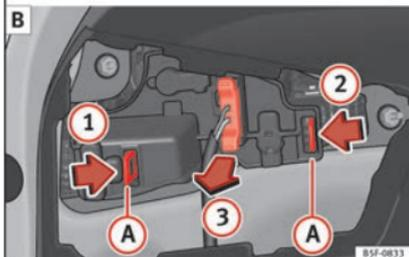

Abb. 114 Abdeckung der Heckklappe entfernen und Lampenträger ausbauen.
- Nehmen Sie die Gepäckraumklappe in Pfeilrichtung ab »» **Abb. 114** **A**.
- Entriegeln Sie die Befestigungslaschen **A** des Lampenträgers in Pfeilrichtung **1** und **2** »» **Abb. 114** **B**.
- Ziehen Sie den Lampenträger in Pfeilrichtung heraus **3** »» **Abb. 114** **B**.
- Bauen Sie den Lampenträger ein und achten Sie darauf, dass die Halteclips **A** »» **Abb. 114** **B** richtig befestigt sind.